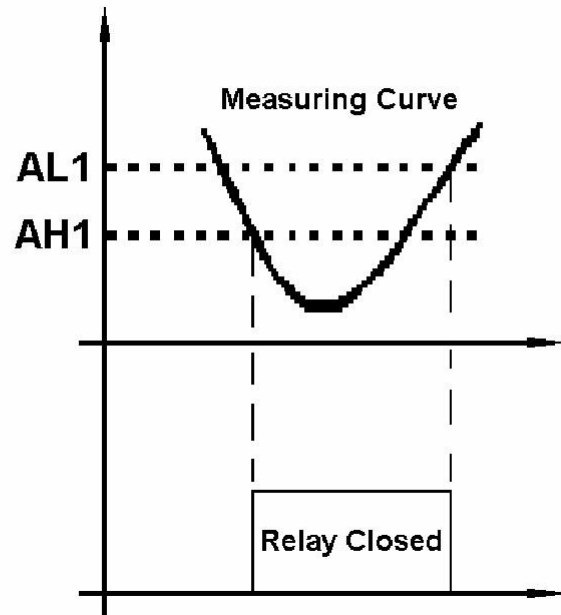

Рисунок 5
- c) Установите  $AH1 < AL1$ : обычно используется для срабатывания сигнализации нижнего предела. См. рис. 5.